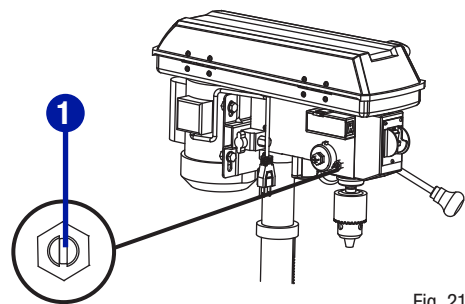

Fig. 21
**ANGULAR PLAY OF THE SPINDLE (Fig. 21)**